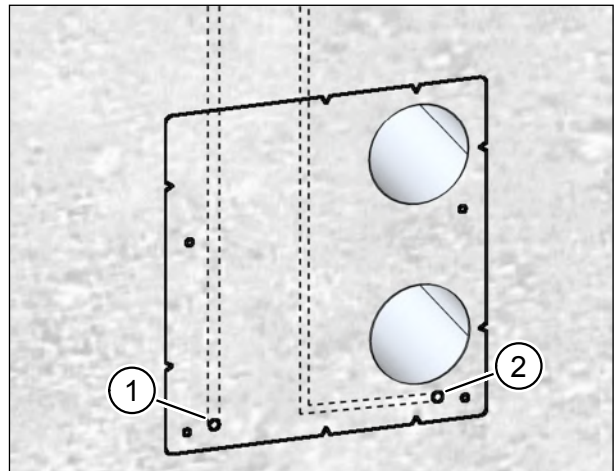

Abb. 13: Mauernuten für Netzkabel und ggf. Steuerkabel fräsen
- ▶ Fräsen Sie ausgehend vom Kabeldurchlass (Pos. 1 in Abb. 13) eine Mauernut für das Netzkabel.
- ▶ Fräsen Sie ggf. ausgehend vom Kabeldurchlass (Pos. 2 in Abb. 13) eine Mauernut für das Steuerkabel (nur bei Lüftungsgeräten mit Steuerkabelanschluss, siehe Tab. 4 in Abschnitt 10.8 auf Seite 22).